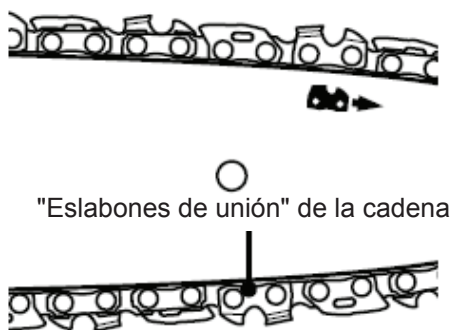

Fig. 11
**NOTA:** La tensión de la cadena no se puede ajustar con la rueda de tensión (19) apretada; hay que aflojarla primero.
1. Coloque el producto sobre una superficie plana adecuada con la cubierta lateral (12) orientada hacia arriba.
2. Compruebe la tensión de la cadena levantando con una mano la cadena (14) contra el peso del producto. La tensión correcta de la cadena se consigue cuando esta se puede levantar aproximadamente 2 - 4 mm de la espada (13) en el centro (Fig. 11, 12).